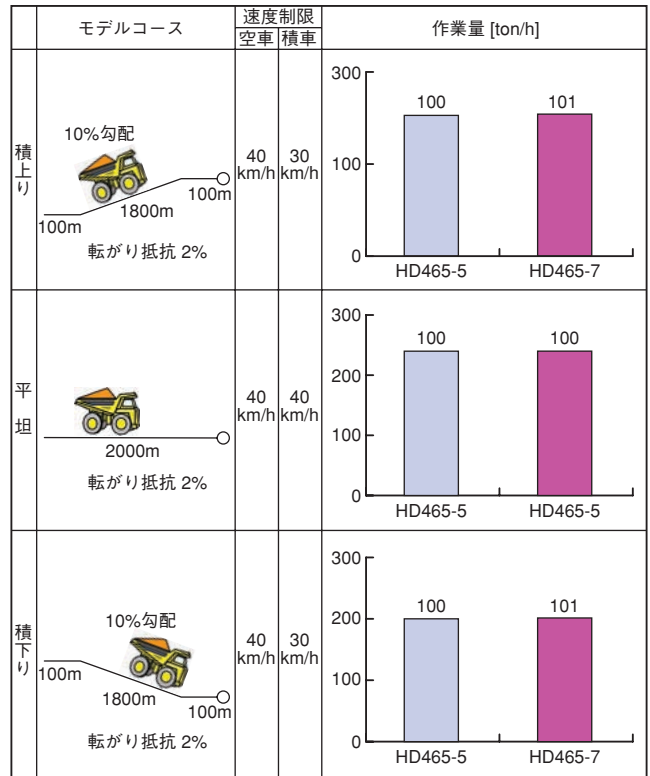

図1 作業量比較
- (1) 従来機より定評のあった作業能力に対し、今回SAA6D170E-3エンジン搭載に合わせ、トルクライズをアップした(14%→24%)。この結果、加速性および登坂車速が向上し、登降坂現場における作業量が従来機に比較してさらに向上した。(図1)